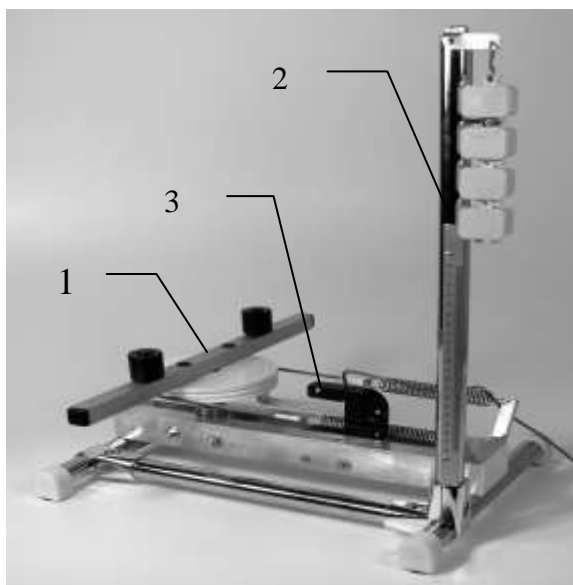

Рис.2
Лабораторная установка (рис.2) состоит из колебательной системы 1, вращающейся в горизонтальной плоскости, устройства 2 для измерения жесткости используемых пружин, компьютера с необходимым программным обеспечением и концентратора для подключения оптического датчика к компьютеру.
Устройство для измерения жесткости пружин, входящее в состав лабораторной установки, состоит из стойки с подвесом, набора калиброванных грузов весом по 100 г каждый и металлической линейки (рис.2).
5. Соберите колебательную систему в соответствии с рис.2 и 3, поместив грузы m в позицию "0-0".